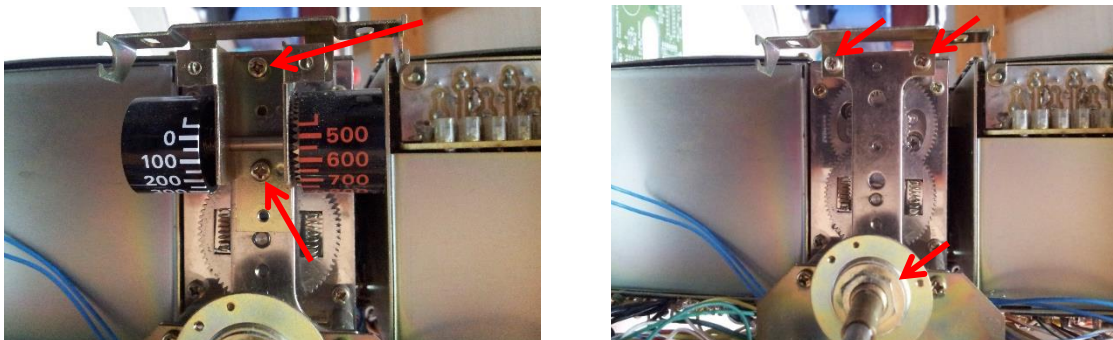

Abbildung 11
- Entfernen Sie die Platine PB-1471 (LED-Platine) und anschliessend die beiden Schrauben, mit denen die Grob-Skala festgeschraubt ist. Ebenfalls wird der Haltebügel für die Skalenlampen und das Skalenrad entfernt. (siehe Abbildung 11)